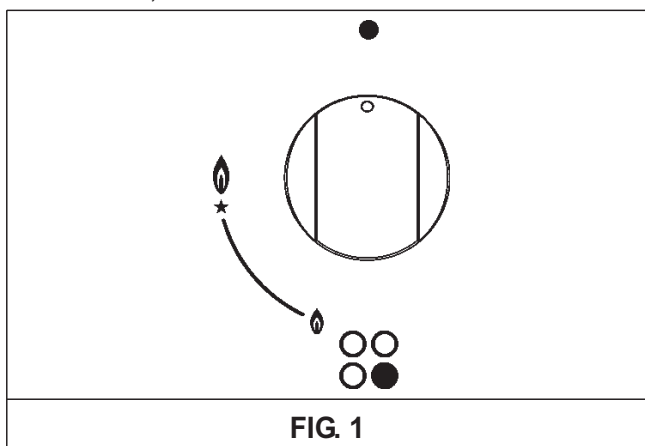

FIG. 1
Apasati si rotiti in sens antiorar butonul corespunzator arzatorului pe care doriti sa-l utilizati, aduceti-l pe pozitia de Maxim (flacara mare, fig. 1) si apropiati un chibrit de arzator.
Apasati si rotiti in sens antiorar butonul corespunzator arzatorului pe care doriti sa-l utilizati, aduceti-l pe pozitia de Maxim (flacara mare, fig. 1), dupa care apasati si eliberati butonul de aprindere "E".
Apasati si rotiti in sens antiorar butonul corespunzator arzatorului pe care doriti sa-l utilizati, aduceti-l pe pozitia de Maxim (flacara mare, fig. 1), dupa care apasati butonul pana la fund.
La arzatoarele dotate cu termocuplu de siguranta, trebuie sa se roteasca in sens antiorar butonul corespunzator arzatorului pe care doriti sa-l utilizati, sa-l aduceti pe pozitia de Maxim (flacara mare, fig.1) pana sesizati o mica oprire a acestuia, dupa care apasati butonul si repetati operatiile indicate anterior. Dupa aprindere mentineti butonul apasat circa 10 secunde.
- Cand incepe fierberea aduceti butonul in pozitia de Minim (flacara mica, fig. 1).
- **aprinderea arzatoarelor cu termocuplu de siguranta se poate face doar daca butonul este pe pozitia de Maxim (flacara mare fig. 1).**